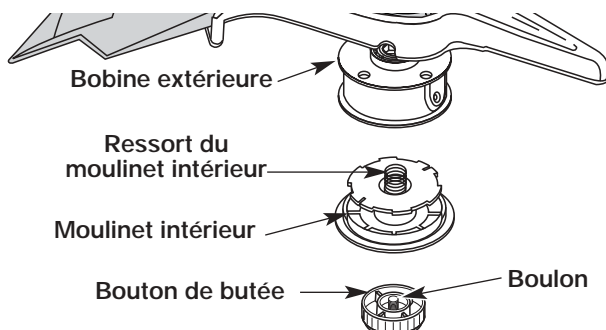

Figure 31
1. Tenez la bobine extérieure d'une main et dévissez le bouton de butée vers la gauche (Fig. 31). Inspectez le boulon à l'intérieur du bouton de butée pour vous assurer qu'il se déplace librement. Remplacez le bouton de butée s'il est endommagé.
2. Retirez le moulinet intérieur de la bobine extérieure (Fig. 31).
3. Retirez le ressort du moulinet (Fig. 31).
1. Tenez la bobine extérieure d'une main et dévissez le bouton de butée vers à droite (Fig. 31). Inspectez le boulon à l'intérieur du bouton de butée pour vous assurer qu'il se déplace librement. Remplacez le bouton de butée s'il est endommagé.
2. Retirez l'ancien moulinet intérieur de la bobine extérieure (Fig. 31).
3. Retirez le ressort de l'ancien moulinet intérieur (Fig. 31).